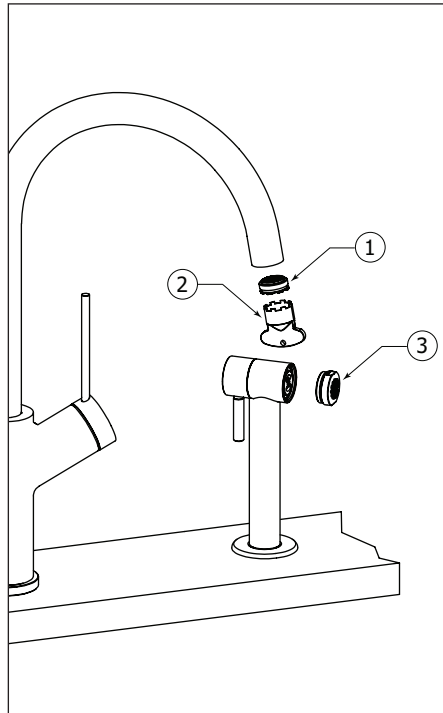

Fig.5
To clean the aerator (1), unscrew with the supplied key (2) (figure 5). You may need to soak the aerator in vinegar and water to remove calcium build-up. Once parts have been cleaned, reassemble by reversing steps.
Pour nettoyer l'aérateur (1), dévisser en utilisant la clef fournie (2) (figure 5). Il se peut que vous deviez faire tremper l'aérateur dans un mélange de vinaigre et d'eau pour retirer le calcium qui pourrait s'y être accumulé. Une fois les pièces nettoyées, suivez inversement les étapes pour réassembler.